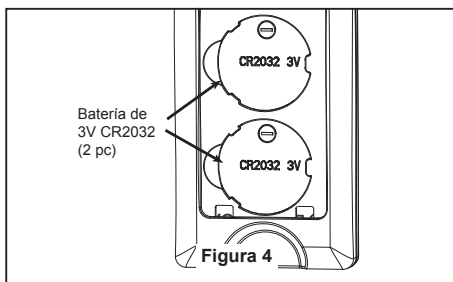

Figura 4
3. Realice las conexiones de cables al bloque del terminal como se muestra en la Figura 4.
Instale la cubierta del cable del kit de iluminación en la ensamble del kit de iluminación usando las dos ranuras con clave. Sustituya el tornillo extraído y fije bien los tres tornillos. (Figura 4)
4. Para que el ventilador sea funcional, instale las pila (incluidas) de 3V en el transmisor del mando a distancia. Mientras el ventilador esté apagado. A continuación, siga el proceso de fijación remota de código. Si no se utiliza el ventilador durante un largo periodo de tiempo, extraiga la batería para evitar cualquier daño al transmisor. Almacene el mando a distancia en un lugar alejado del calor o la humedad excesiva. (Figura 4)